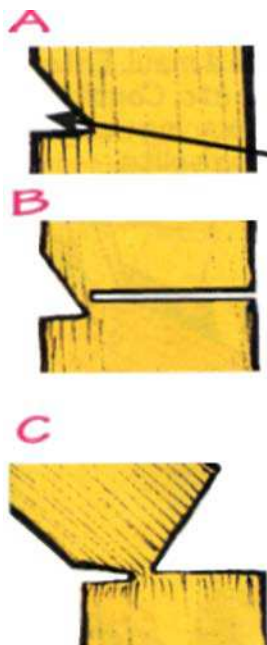

Figure 14 Couper un arbre avec une scie
2. Scier sur le côté opposé de l'entaille sur l'arbre, un ou deux pouces au-dessus de la surface inférieure de l'entaille (voir la figure 14). Ceci est très important, parce que si l'arbre est scié en dessous de l'entaille, l'arbre peut rebondir, pincer la lame et peut devenir hors de contrôle.